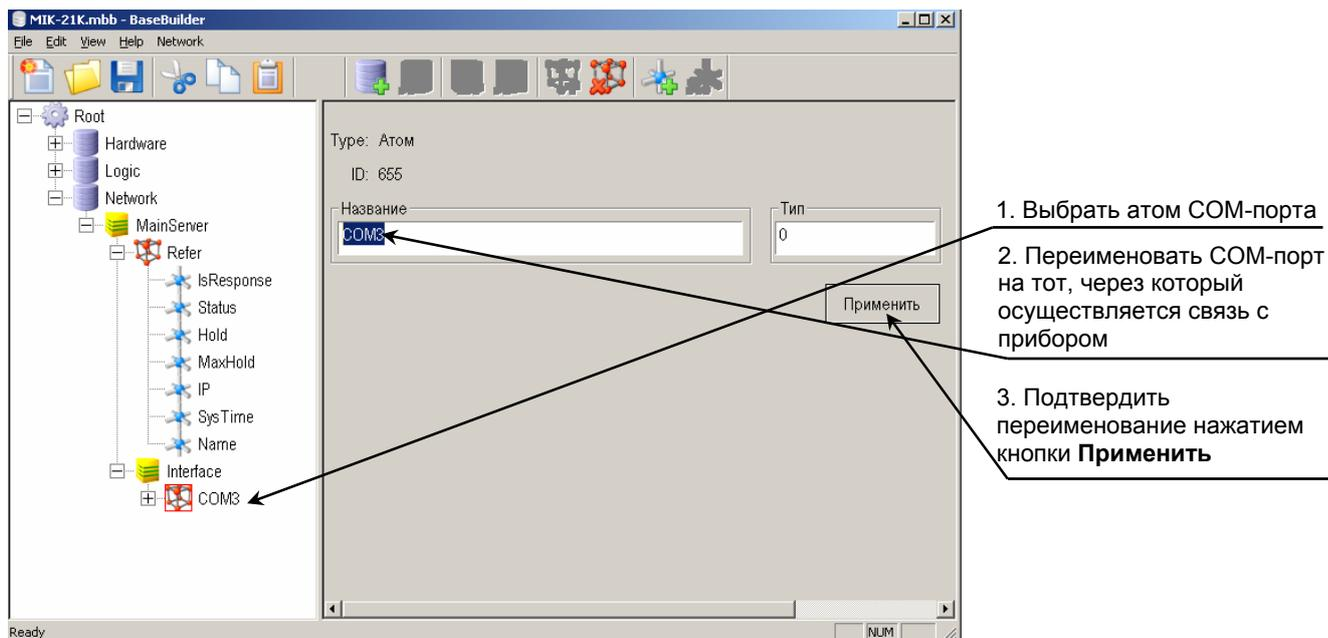

Рисунок 5.22 – Указание номера COM-порта
2. В названии атома COM-порта (рисунок 5.22) необходимо изменить его номер на тот, к которому подключен прибор через преобразователь интерфейсов эту (информацию можно узнать по следующему адресу: Пуск ► Панель управления ► Система ► Оборудование ► Диспетчер устройств ► Порты).